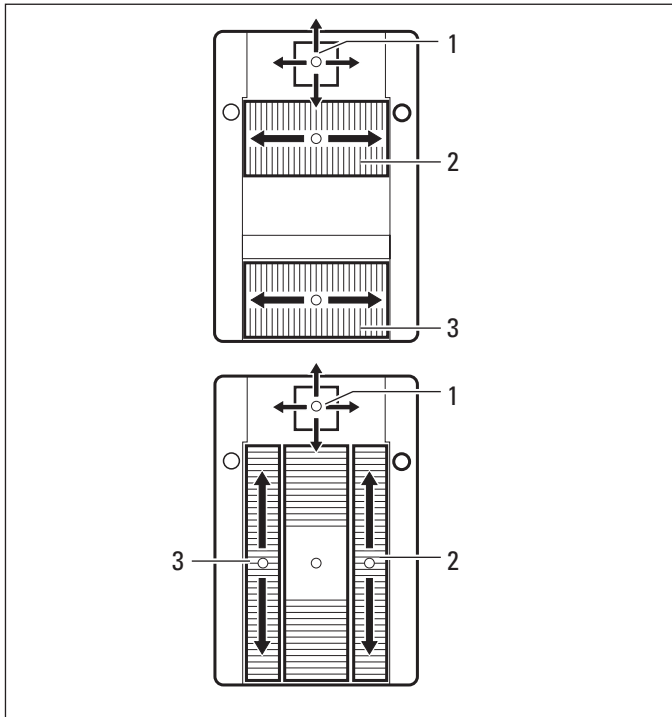

Bild 1
⇒ Am Hand-/Fussschalter Zoom (3), Fokus (2) und XY-Kupplung (1) betätigen (siehe Gebrauchsanweisung Operationsmikroskop Leica M620) (Bild 1).